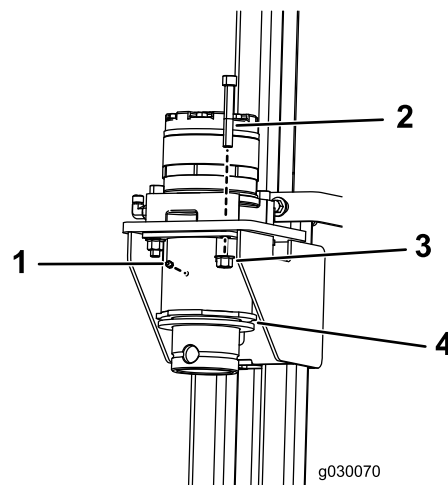

Figure 2
6. Déposez les coupleurs existants et posez les coupleurs neufs à l'aide de 8 boulons (M12-1 3/4 x 80 mm), 8 contre-écrous (M12) et avec 2 graisseurs (Figure 2).